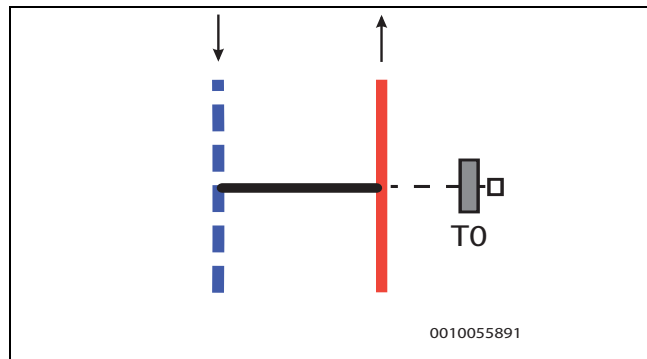

Fig. 26 By-pass, en forme droite
- La sonde de température de départ T0 est installée sur le raccordement départ du by-pass → Figure 26.